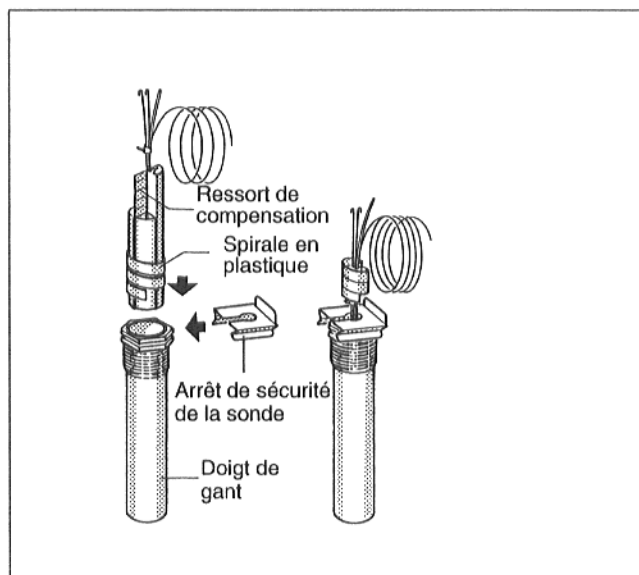

Fig. 24
- Lors de l'introduction, la spirale en plastique (qui sert à maintenir la sonde) se rétracte automatiquement (Fig. 24).
Pour assurer le contact entre le doigt de gant et la surface de la sonde et garantir ainsi une bonne transmission de la température, le ressort de compensation doit être introduit entre les sondes (Fig. 24).
Pousser l'arrêt de sécurité de la sonde sur le côté ou par le haut sur la tête du doigt de gant (Fig. 24).